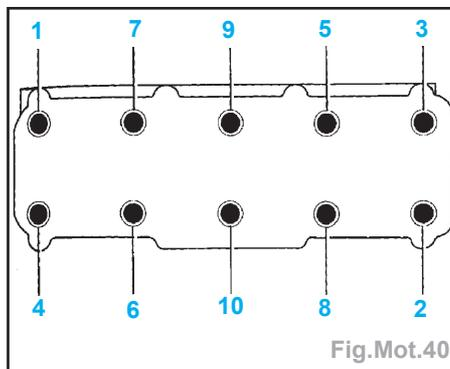

Fig.Mot.40
- Dévisser les vis de la culasse dans l'ordre indiqué (Fig.Mot.40).
- Desserrer les vis de culasse dans l'ordre indiqué et les extraire (Fig.Mot.40).